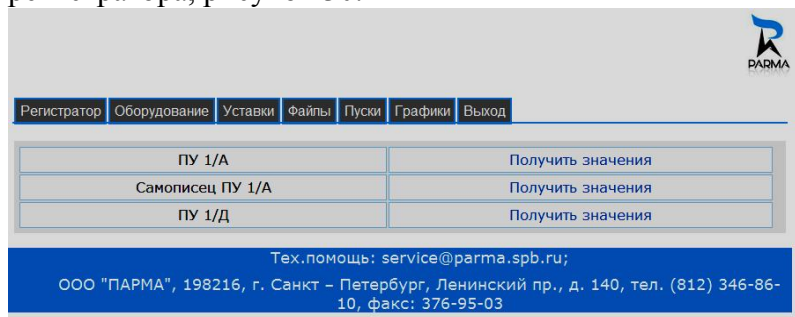

Рисунок 30. Вкладка “Графики”.
7.3.3.4 Вкладка Графики содержит информацию о всех сигналах, подключенных к регистратору. На web-странице сигналы сгруппированы по секциям описаний сигналов и именам групп из файла конфигурации регистратора, рисунок 30.